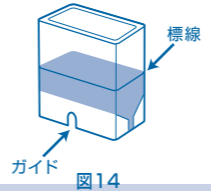

図14
⑭対照液(R-3試薬または純水)を専用カップの標線(1.5mL)まで入れます。(図14)